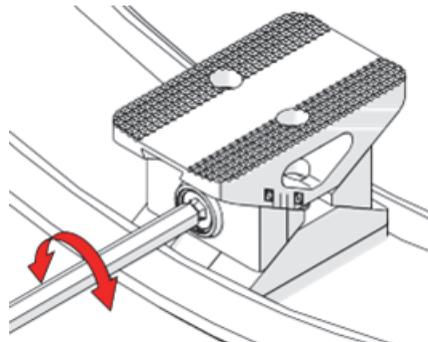

图1-18 调整支脚
1. 使用6毫米六角螺丝刀转动调节装置（参见第37页的图1-18）。支脚上的刻度标记以毫米为单位。